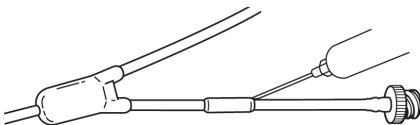

Fig. 16
7. Der injiceres klæbemiddel i begge ender af manchetten (fig. 16), hvorefter det overskydende klæbemiddel aftørres.